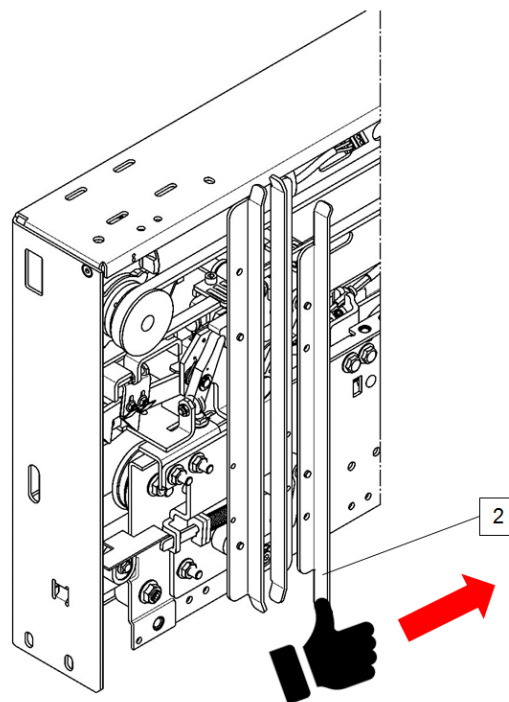

Abb. 58
- Kabine: Dritte Schiene (2) Abb. 58
Die Notentriegelung der Fahrkorbtürverriegelung erfolgt durch Drücken am dritten Mitnehmerwinkel (2). Siehe Abb. 58